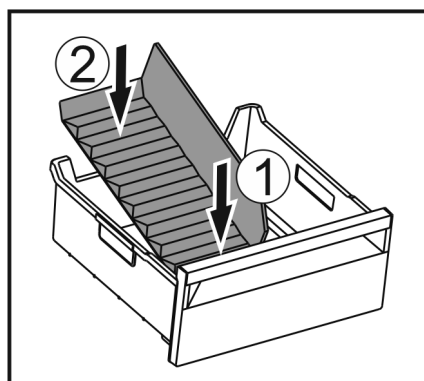

Fig. 141
- ▶ 装入冰格分隔器前部。 Fig. 141 (1)
- ▶ 将冰格分隔器后部放低至抽屉底板。 Fig. 141 (2)